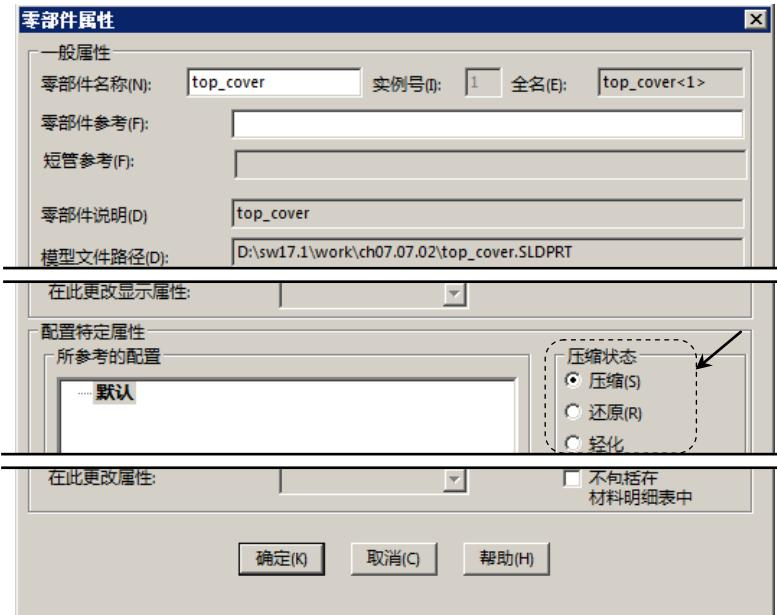

图 7.7.3 “零部件属性”对话框
- Step3. 右击 top_cover<1>，在系统弹出的快捷菜单中选择 命令，弹出图 7.7.3 所示的“零部件属性”对话框。
- Step4. 在“零部件属性”对话框的“压缩状态”区域中选中 压缩(S) 单选项。